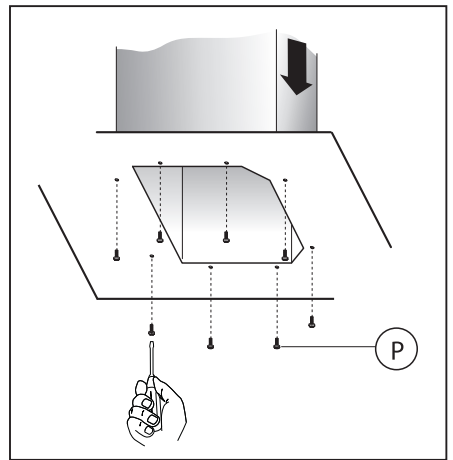

Fig.14
-Se necessario, fissare dall'interno, il camino decorativo inferiore alla cappa, utilizzando le viti **P** (Fig.14). Provvedere infine a ricollocare i filtri nel loro alloggiamento.